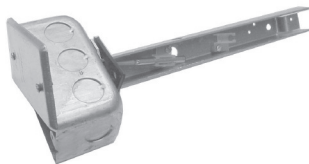

Figure 8. Ensemble support de capteur et boîte de jonction
- b. Pour les unités avec option de support de capteur et de boîte de jonction (voir Figure 8) :